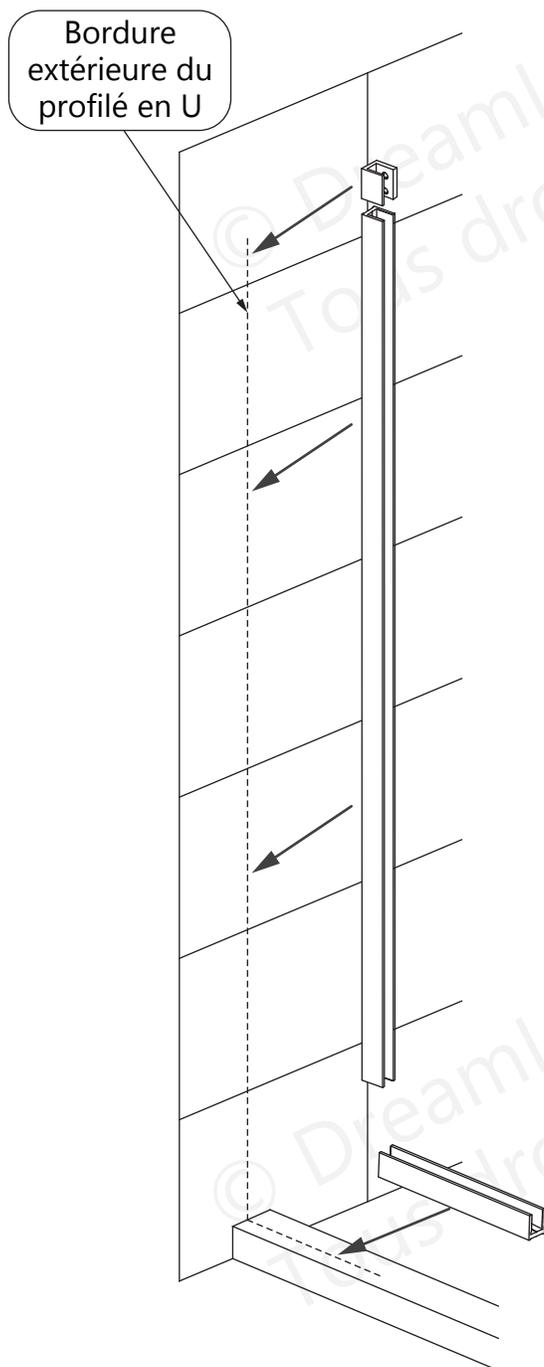

**Fig 2**
**2.** Utilisez une scie à métaux ou une scie à onglets: Coupez le profilé en U vertical à 1764 mm. Coupez le profilé en U inférieur\*\* à 152 mm. **(Fig 2)**